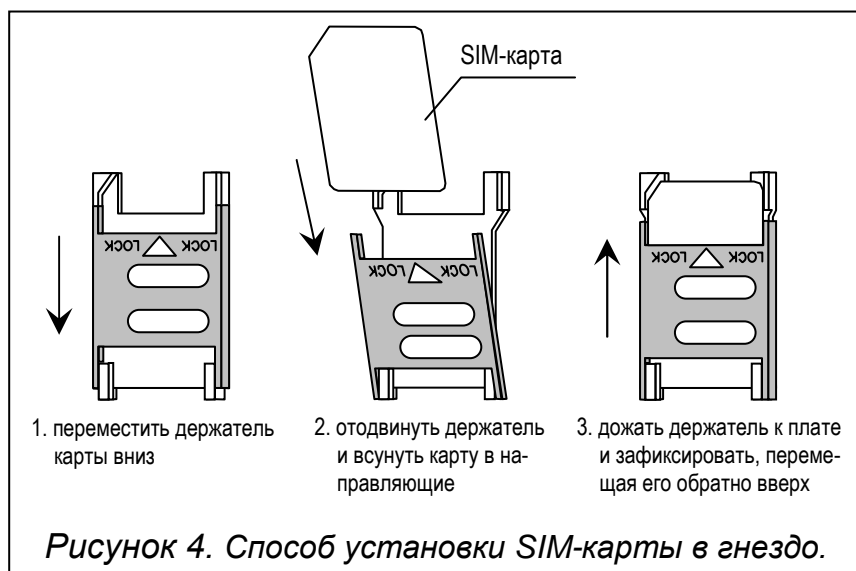

Рисунок 4. Способ установки SIM-карты в гнездо.
6. Вставить SIM-карту в гнездо (см. Рис. 4).